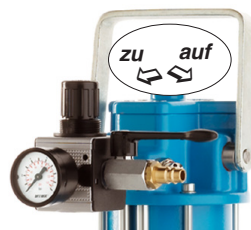

Abb. 2.3
- **Luftabspernung** (Abb. 2.3)